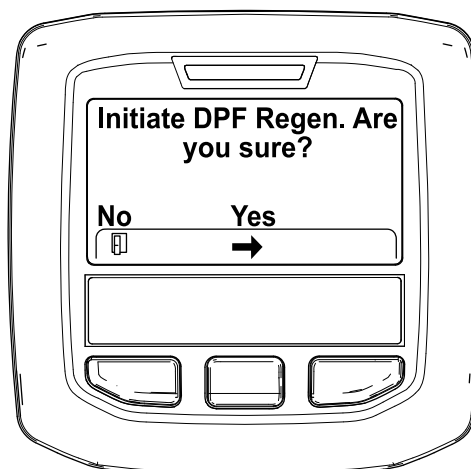

Figura 46
- Quando surge a mensagem "Initiate DPF Regen. Are you sure?" (Iniciar Regen. DFP. Tem a certeza?), prima o botão central (Figura 46).